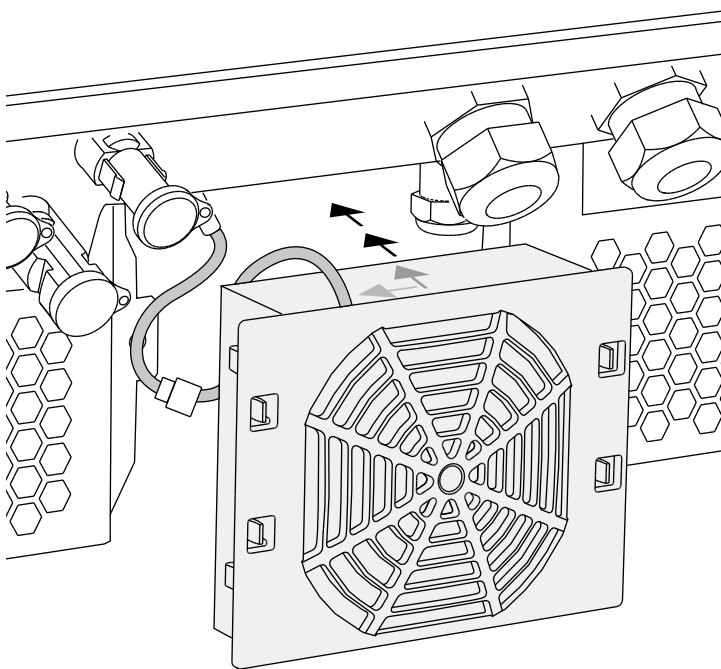

Fig. 61: Montaje del ventilador
- El ventilador se ha montado correctamente en el bastidor del ventilador (sentido de la corriente de aire).  **Fig. 61**